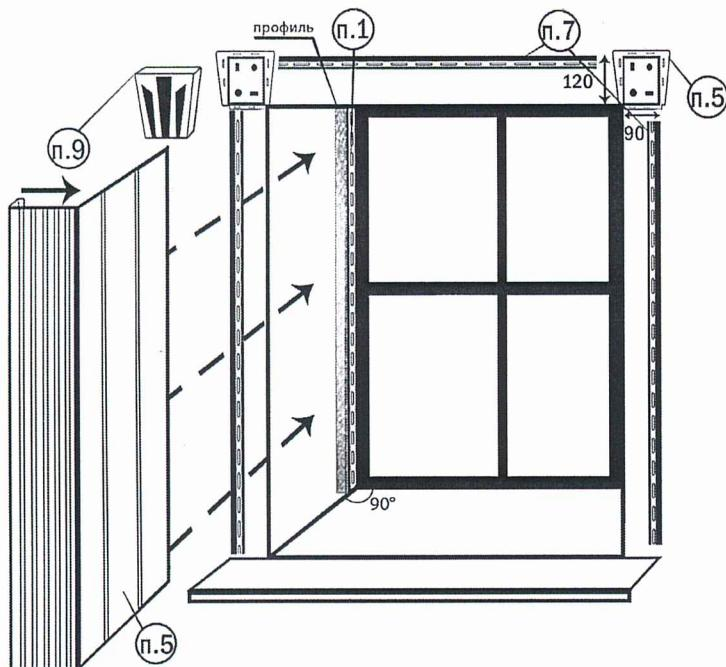

рис. 2
8. Устанавливаем Deco обналичник. Сначала вставляем замок DECO обналичника в стартовую планку затем вставляем второй край в финишную планку рис.2 п.8
9. В завершении монтажа устанавливаем декоративные заглушки, легким нажатие до упора рис.2 п.9